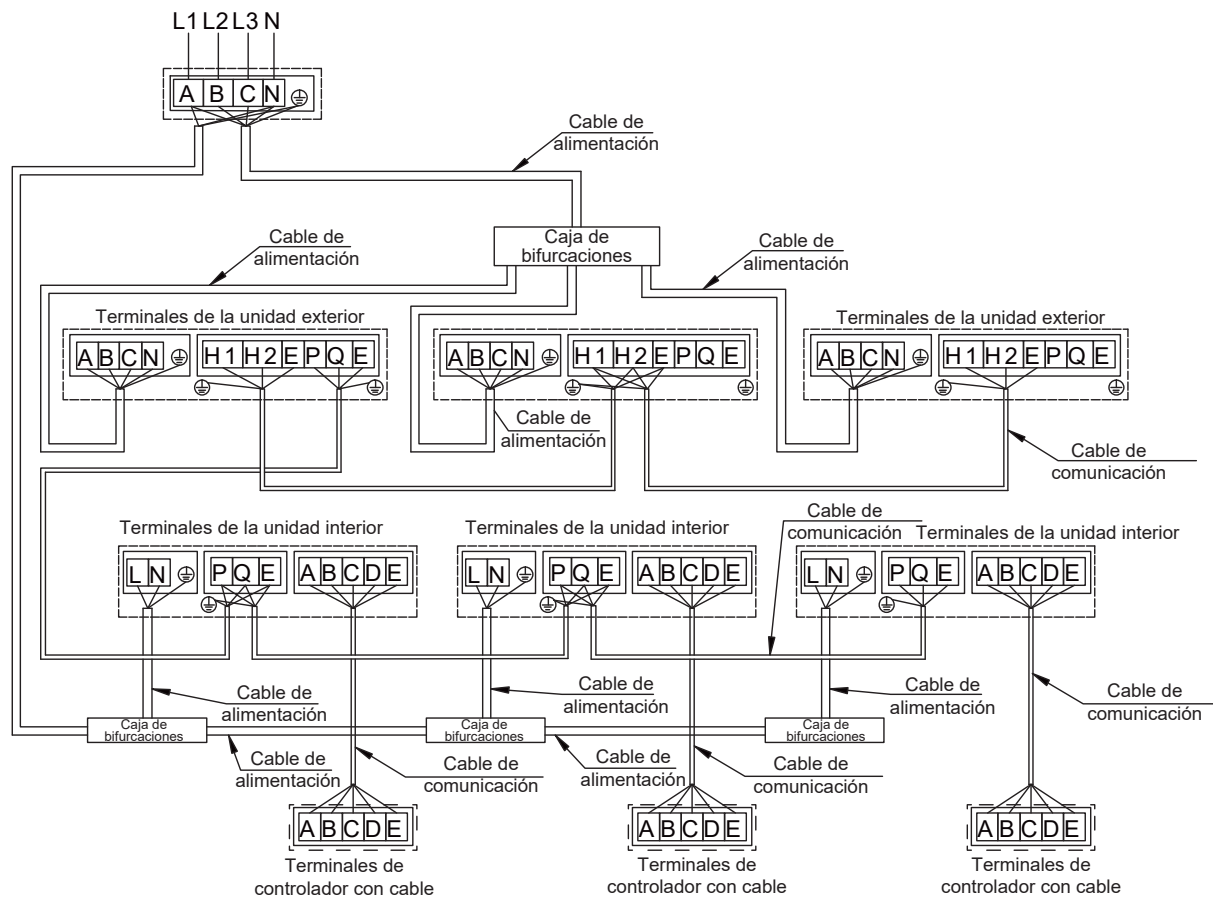

Figura 56
- Los cables de comunicación P Q E deben conectarse una unidad tras otra en una conexión en formato Daisy Chain desde la unidad exterior a la unidad interior final, como se muestra en la Figura 56. En la unidad interior final, se debe conectar una resistencia de 120 Ω entre los terminales P y Q. Después de la unidad interior final, el cableado de comunicación NO debe continuar de vuelta a la unidad exterior, es decir, no intente formar un bucle cerrado.
- Los cables de comunicación H1 H2 E deben conectarse una unidad tras otra en una conexión en cadena desde la unidad exterior maestra a la unidad exterior esclava final como se muestra en la Figura 56.